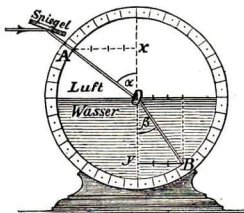

Abb. 235. Brechung im Wasser
1. **Dringt ein Lichtstrahl schräg in Wasser ein, so ändert er seine Richtung;** er wird zum Lot hin gebrochen (Abb. 235).
2. **Brechungsgesetz.** Schon *Ptolemäus* (50 v. Chr.) suchte nach einer Beziehung zwischen  $\alpha$  und  $\beta$ . Endlich fand der Holländer *Snellius* (1626) folgende Konstruktion (Abb. 235):